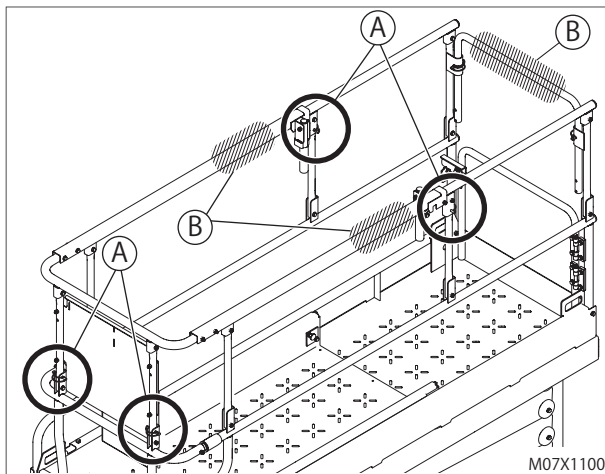

Abb. 8-9
- (4) Halten Sie die mit B gekennzeichneten Stellen (siehe Abb. 8-9) des Sicherheitsgeländers so fest, dass sie nicht einklappen können. Ziehen Sie die Arretierstifte A (siehe Abb. 8-9), mit denen das Sicherheitsgeländer verriegelt wird, heraus.